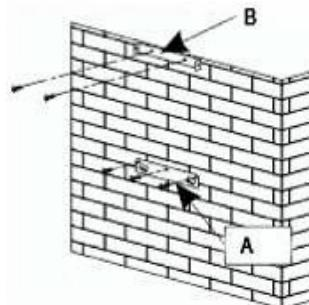

Fig. 1
- Tracez sur le mur les 3 trous que vous devez percer en utilisant le crochet de suspension de la hotte fourni et en respectant la distance conseillée (pièce A fig. 1).
- Fixez le support de fixation de la hotte en veillant à ce qu'il soit parfaitement de niveau (pièce A fig. 1).